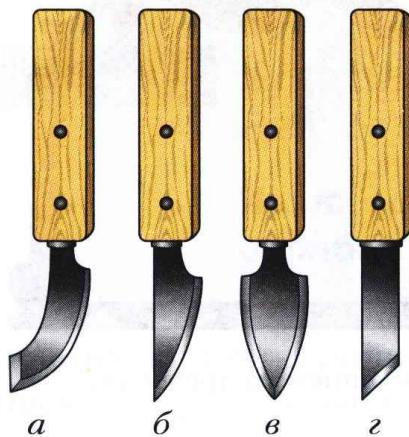

Рис. 38. Резаки: а, б, в – ножи-резаки; г – нож-косяк
*Резаки* (рис. 38) применяют для выполнения прямых и закруглённых линий вырезаемого рисунка. Их изготавливают из качественной стали. Режущие кромки резаков должны быть остро заточены и хорошо отполированы.